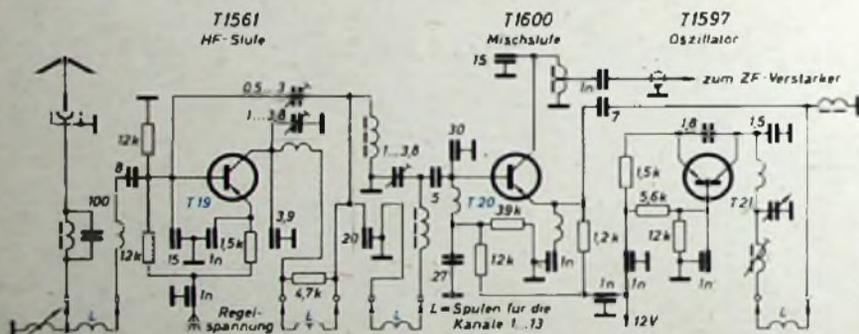
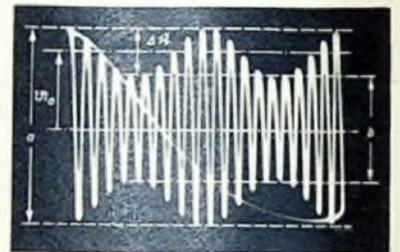

Bild 2a. Die Schaltung des Tuners
Bild 1. Sinusförmige, amplitudenmodulierte Hochfrequenzspannung; $m = 30\%$; $f_{tr} : f_m \approx 10 : 1$
Zum Tuner (Bild 2a) ist noch ergänzend zu bemerken: Der erste Transistor arbeitet als HF-Vorverstärkerstufe (T 19), der zweite (T 20) als Mischstufe und der dritte (T 21) als Oszillator. Im Eingang befindet sich nur ein zweifach angezapfter Einzelschwingkreis. Eine kapazitive Anzapfung stellt die Anpassung an den Transistoreingang sicher, während eine induktive Anzapfung die Antennenimpedanz der verwendeten Stabantenne in den Schwingkreis hineintransformiert. Die HF- und Mischstufe arbeiten mit geerdetem Emitter. Eine kapazitive Neutralisation in der HF-Stufe unterdrückt jede Schwingneigung dieser Stufe. Durch eine UHF-Drossel liegt der Emitter der Mischstufe UHF-mäßig hoch. Auf diese Weise ist es sehr einfach möglich, die zur Mischung nötige Oszillatorenergie in den Emitter einzukoppeln. Der Kanalwähler ist in der Zwischenstufe als Bandflüter ausgebildet und speist, wieder über eine kapazitive Anpassung, die Basis der Mischstufe. Der Oszillator kann als Verstärker mit geerdeter Basis aufgefaßt
Es entstehen dann Amplitudenschwankungen der Hochfrequenzspannung, so wie sie in dem Oszillogramm von Bild 1 zu sehen sind.
Hieraus geht auch hervor, daß bei Amplitudenmodulation die Trägerspannung höchstens so weit moduliert werden kann, daß ihre Amplitude zwischen Null und dem zweifachen Wert von U_0 schwankt. Zur Auswertung eines Oszillogramms, wie es im Bild 1 wiedergegeben ist, mißt man zweckmäßigerweise die höchste - a - und die kleinste Amplitude - b - aus. Der Modulationsgrad ergibt sich sinngemäß nach Gl. (3) aus der Beziehung
Setzt man die Werte aus dem Oszillogramm von Bild 1 ein, dann erhält man hier $m = 0,3$. Da die Modulation, wie es
schon erwähnt wurde, immer nur ein Teil der Ruheamplitude der Trägerspannung sein kann, ist es üblich, den Modulationsgrad in % anzugeben. Dazu ist nur der Quotient $(a-b)/(a+b)$ nach Gl. (4) mit 100 zu multiplizieren. In dem Beispiel von Bild 1 erhält man also $m = 30\%$.
Zur Aufnahme eines Oszillogramms wie im Bild 1 ist der Verlauf der Hochfrequenzamplitude in Abhängigkeit von der Zeit so darzustellen, daß eine oder mehrere Perioden der Modulationsspannung übersehen werden können. Dies bedeutet, daß die Zeitablenkfrequenz gleich oder ein ganzzahliger Bruchteil der Modulationsfrequenz sein soll. Die Synchronisation muß deshalb extern mit der Modulationsspannung U_m erfolgen, wie die Schaltung im Bild 2a zeigt³⁾.
(Bei Triggerung mit der Modulationsspannung können aber auch beliebig wählbare Zeitabschnitte eingestellt werden. Zur Beurteilung des Modulationsgrades muß jedoch mindestens eine Modulationsperiode sichtbar werden.) Im Bild 1 wurde das Verhältnis Trägerfrequenz/Modulationsfrequenz absichtlich niedrig gewählt, damit der Einfluß der Modulation auf die einzelnen Perioden der Trägerspannung deutlich sichtbar ist. Im allgemeinen ist aber der Frequenzunterschied so groß, daß die Trägerspannung nur, wie zum Beispiel in dem Oszillogramm von Bild 2b, zu einer leuchtenden Fläche zusammengedrängt erscheint.
In der Schaltung nach Bild 3a wird das Zeitablenkgerät nicht wie im Bild 2a auf einen Bruchteil der Modulationsfrequenz, sondern auf einen ähnlichen Bruchteil der Frequenz des HF-Trägers eingestellt. Die Synchronisation kann hier „intern“, also mit der Spannung für die Vertikalablenkung erfolgen. Man erhält dann, wie